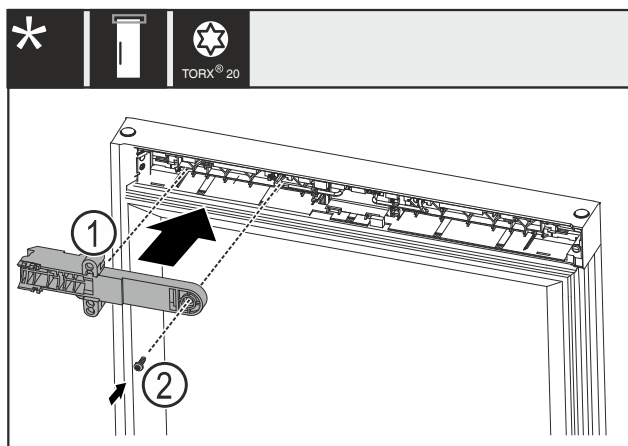

Fig. 21
- Schloss-Halteteil Fig. 21 (1) um 180° drehen und auf Gegenseite montieren.
- Schloss-Halteteil Fig. 21 (1) mit Schraube Fig. 21 (2) befestigen.